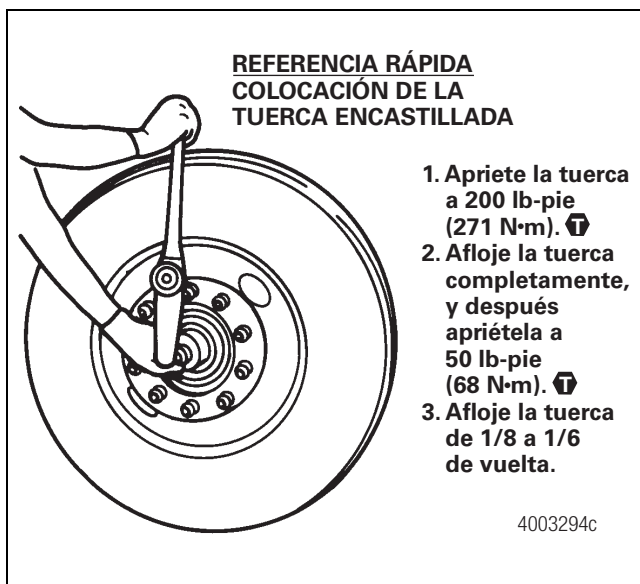

Figura 10.13
1. Instale la arandela y la tuerca encastillada. Apriete la tuerca a 200 lb-pie (271 N•m) mientras gira el extremo de rueda en ambas direcciones. Figura 10.13. ⓘ